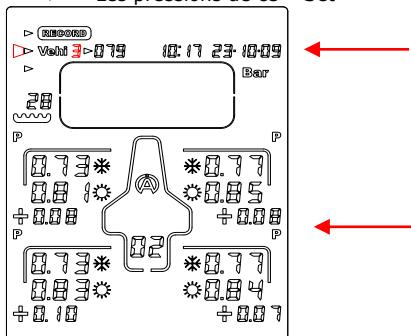

Figure 2
- 2) Avec le bouton ⏪ ou OK sélectionnez l'icône « **Vehi** » (figure 2)
- 3) Avec le bouton ⏪ ou ⏩ sélectionnez le véhicule désiré (5 au total) (figure 2)